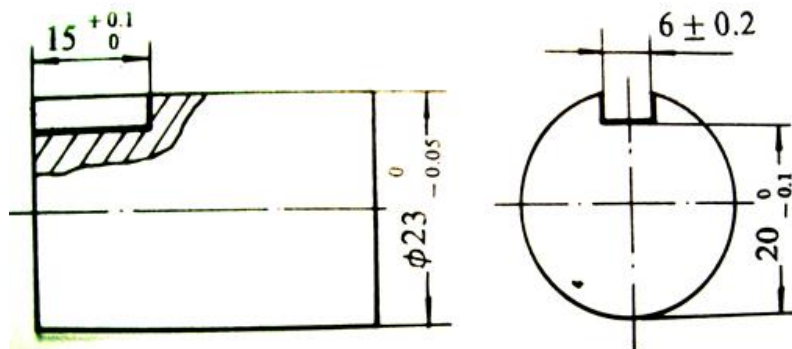

图6 零件图
5. (15分) 试分析图6中所示工件在加工时(图中粗实线表示为加工表面), 工序要求限制哪几个自由度? 应该选择哪些表面做定位基准? 拟采用何种定位件? 实际限制了几个自由度?